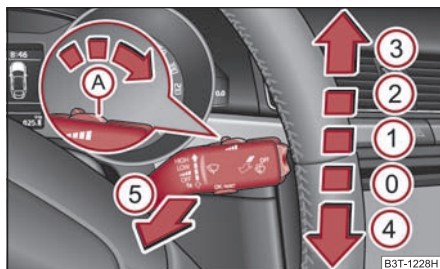

Fig. 73 Manette des essuie-glaces
La manette des essuie-glaces ⇒ fig. 73 peut être mise sur les positions suivantes:
- Si c'est le balayage lent ② ou rapide ③ qui est activé ⇒ page 74, fig. 73 et si la vitesse du véhicule descend en dessous de 4 km/h, le système passe automatiquement sur la vitesse de balayage inférieure. Il repasse sur le balayage précédent lorsque le véhicule recommence à rouler à plus de 8 km/h.
Les phares sont nettoyés après la première et toutes les cinq aspersion du pare-brise à condition que les feux de croisement ou les feux de route soient allumés et que la manette des essuie-glaces soit maintenue une 1 seconde environ sur la position ⑤ ⇒ page 74, fig. 73.
- Poussez ensuite durant les 10 secondes suivantes la manette des essuie-glaces sur la position ④ ⇒ page 74, fig. 73 - les balais se mettent sur la position Maintenance.